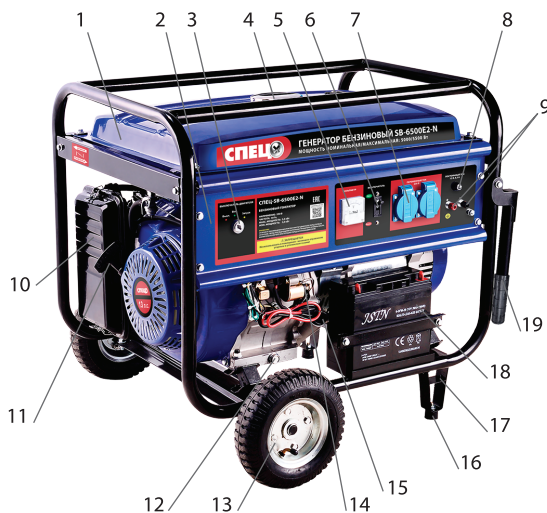

Рис.2. Общий вид SB-6500E2-N
7.2.2. Открыть крышку топливного бака (3) (рис. 2).